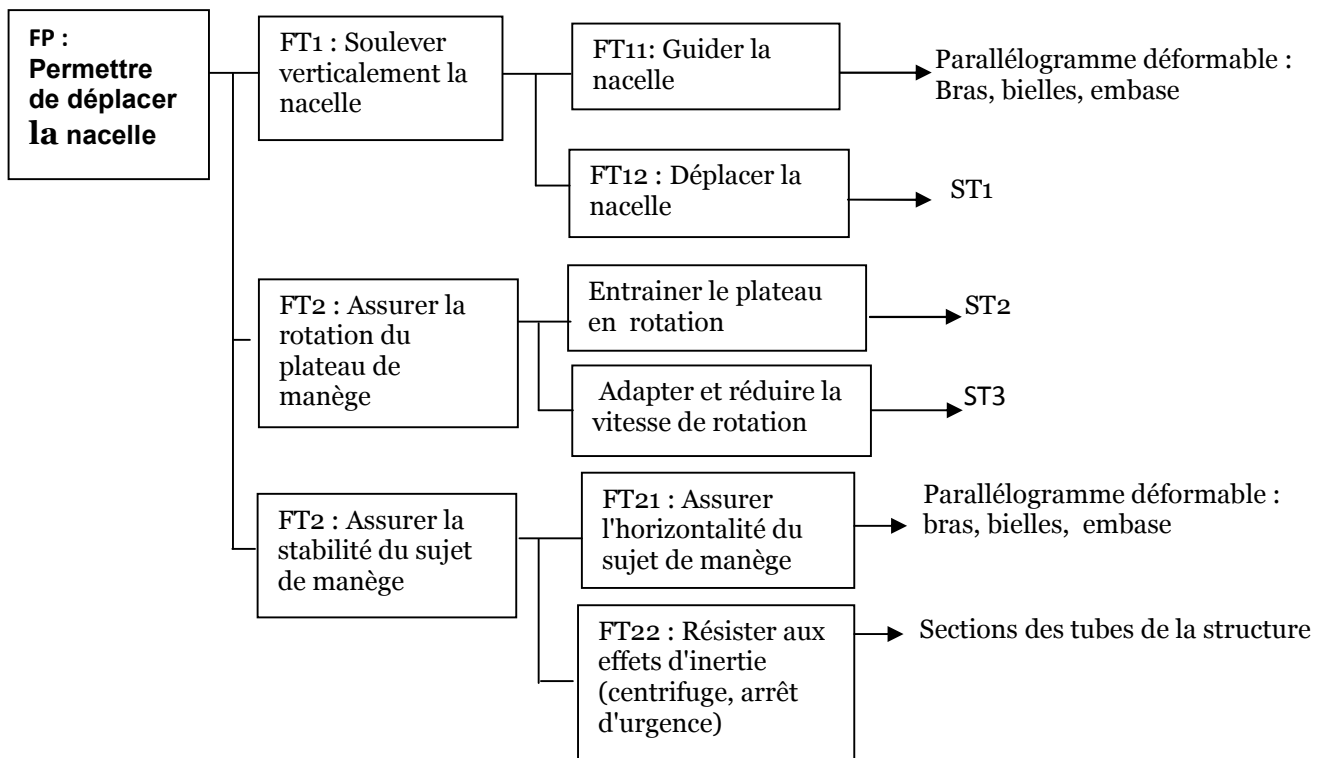

Figure 1
**Fonctionnement du système (figure 1)**
Etude de la solution 1 (document annexe 2, figure 1)